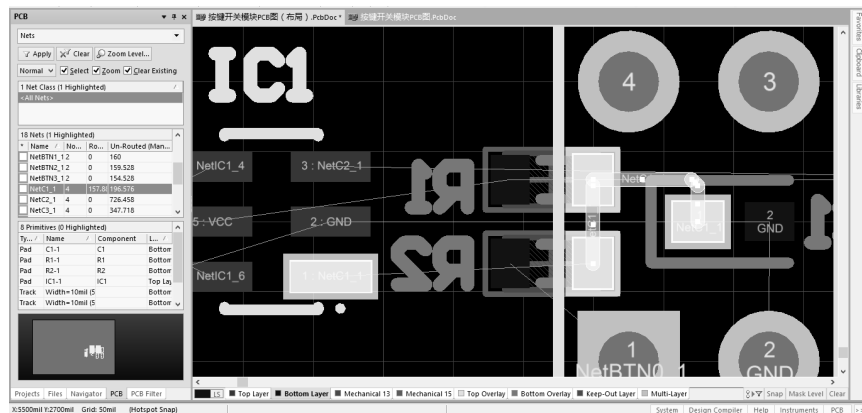

图 3.4.22 NetC1_1 网络
(1) 分别将 NetC1_1 网络的顶层和底层线布好,如图 3.4.22 所示。